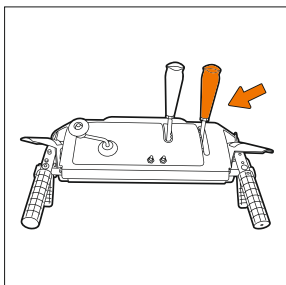

Рис. 3
- Установите рычаг выбора передач на вторую заднюю скорость (Рис. 3).